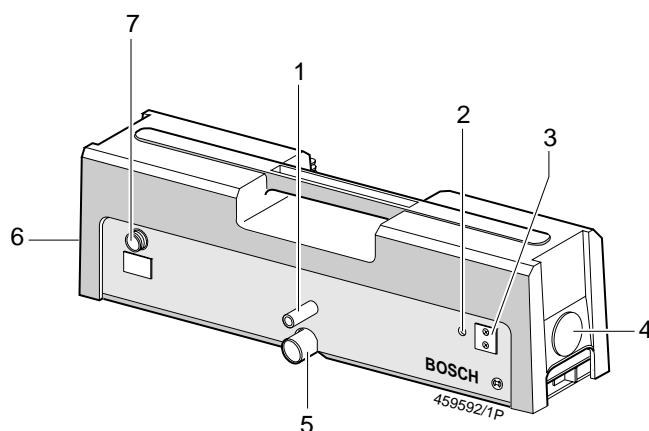

Figure 1 : RTM 430
– Si existant, placer le flexible de recyclage des gaz d'échappement (accessoire spécial) sur le manchon de raccordement (figure 1, pos. 5) du RTM 430 et le relier avec le dispositif d'évacuation.
1. Retirer le couvercle (fig. 1 ; pos. 4, 6) des parois latérales à l'aide d'un outil approprié (par ex. tournevis).